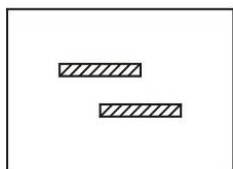
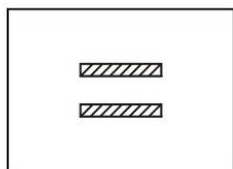
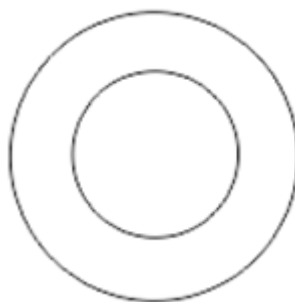

Fig.52
Fig.53
Fig.54
(1) Foria orizontală
Dacă pacientul nu are prezbiopie, setați rezultatele foriei testate în punctul îndepărtat al deschiderii. Dacă pacientul are prezbiopie, puneți rezultatele la testul punctului apropiat. Setați cardul punctului apropiat la 40 cm și rotiți butonul auxiliar al lentilei ② pentru a seta ochiul drept la $6\Delta U$, astfel încât rândurile de litere să fie complet separate. Dacă pacientul are forie orizontală, aceasta va fi prezentată ca Fig.52. Rotiți prisma rotativă ⑫ la celălalt ochi, cu scara 0 în sus. (vezi Fig.54) Rotiți butonul de rotație a prismei ⑪ astfel încât să nu existe nicio diferență între ochiul stâng și cel drept și, în acest moment, scara prisme rotative indică puterea prisme (vezi fig.53).